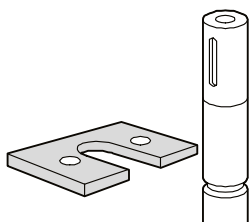

Abb. 14
- Bei Pumpen mit Gleitringdichtung: die drei Schrauben der Dichtungsabdeckung abnehmen; die Schablone in die Aussparung auf der Welle (Abb. 14) einsetzen und die Dichtung mit zwei Schrauben blockieren.
- Bei Pumpen mit Stopfbuchse: Stopfbuchse Flansch anheben und an deren Stelle die Schablone fixieren, nachdem sie in den Wellenhals eingeführt wurde (Abb. 14).